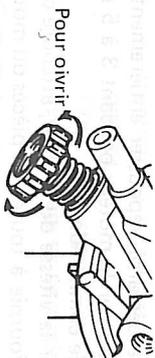

Fig. 3
- Tourner le robinet d'essence entièrement à droite et de tourner à gauche d'un tour et demi. (Voir la Fig. 3) (Carburateur à flotteur seulement)